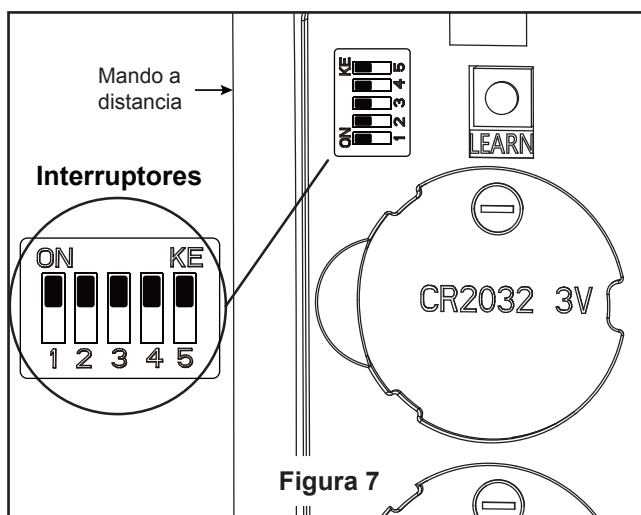

Figura 7
- ☐ 9. Para configurar el código del mando a distancia a las mismas posiciones que en el receptor. Mueva los interruptores de código hasta colocar el código de selección en la posición arriba o abajo. Con un destornillador pequeño o con una lapicera (no se incluye) deslice firmemente hacia arriba o hacia abajo. (Figura 7)